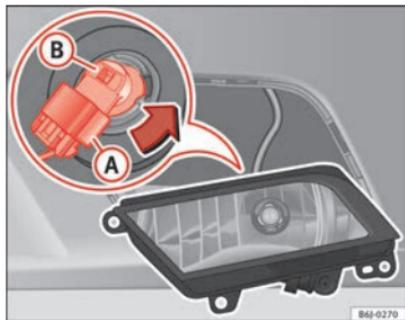

Fig. 173 Farol de nevoeiro
- Retire o conector ⇒ Fig. 173 (A) da lâmpada.
- Rode o porta-lâmpadas ⇒ Fig. 173 (B) para a esquerda e puxe.